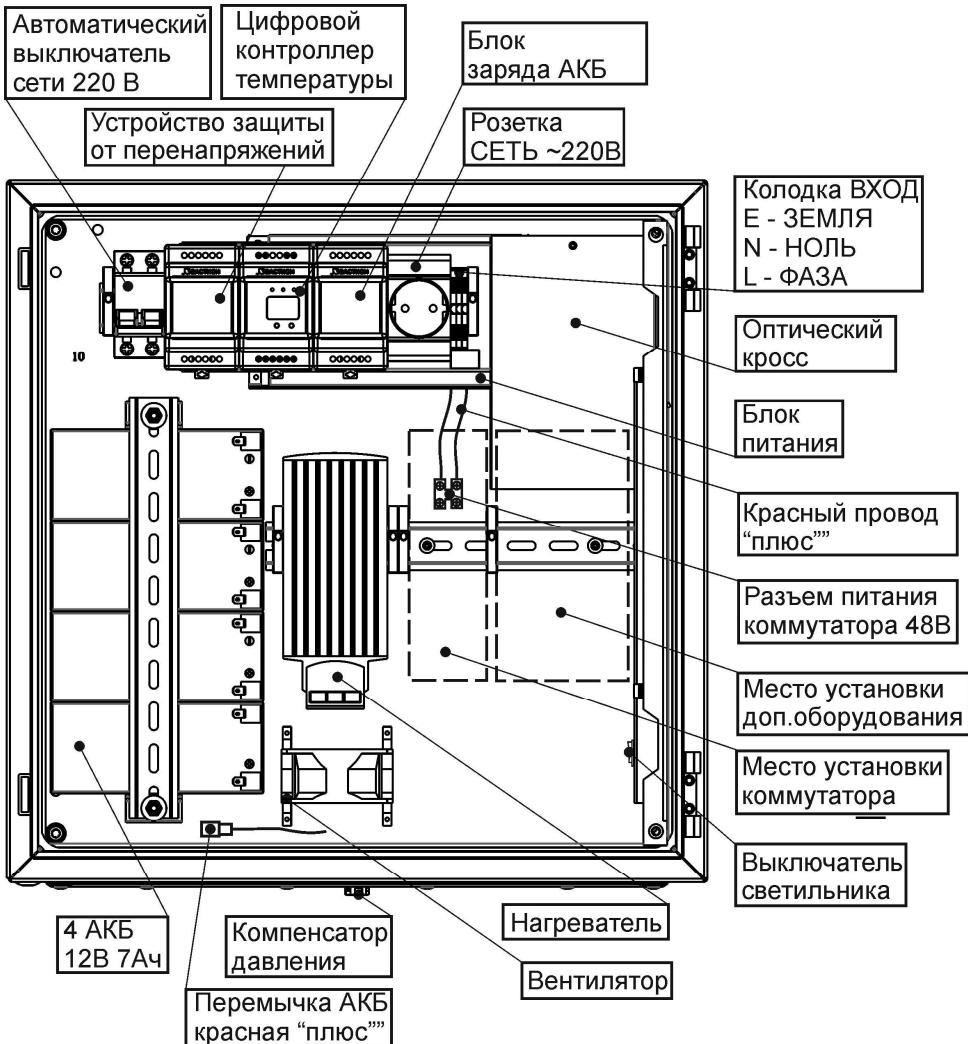

Рисунок 2 - вид изделия с открытой дверцей
- клеммной колодке ВХОД ~ 220В (см. рисунок 2).
Подключение внешних цепей к изделию выполняется через соответствующие гермовводы в соответствии с назначением клемм подключения (см. рисунок 2).
- Провод заземления подключите к клемме Е (ЗЕМЛЯ) на колодке «ВХОД» (см. маркировку рисунок 2);
- Подключите, соблюдая фазировку, к клеммам колодки «ВХОД» изделия сетевые провода N (НОЛЬ) и L(ФАЗА) (см. рисунок 2).